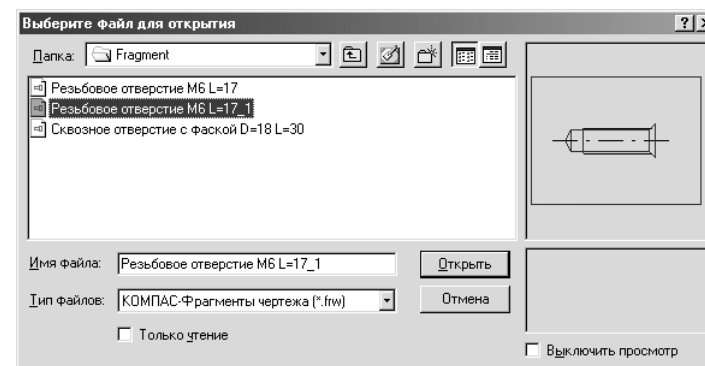

Рис. 4.51
- Установка резьбового отверстия из библиотеки КОМПАС-ГРАФИК. Выберите команду  (**Вспомогательная вертикальная прямая**) и в окне координаты X строки параметров установите значение (-50). Нажмите **Enter**. Для установки резьбового отверстия воспользуемся библиотекой КОМПАС-ГРАФИК. Для этого откройте папку  **Справочные материалы КОМПАС** (**Справочные материалы Компас**), в которой выберите директорию **Tutorial Files**, где откройте папку **Fragment**. Выберите здесь файл **Резьбовое отверстие М6 L=17_1** и откройте его (рис. 4.51). В профессиональной версии КОМПАС 3D ввод фрагмента резьбы осуществляется нажатием кнопок в следующей после-